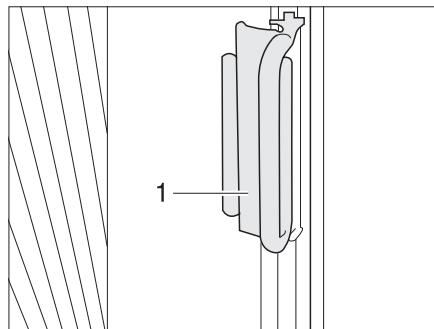

Fig. 80 Poignée du dispositif occultant plissé pour le pare-brise
- Saisir les dispositifs occultants plissés des deux côtés du pare-brise par les poignées (Fig. 80,2) et les tirer prudemment vers le milieu du pare-brise, jusqu'à ce que la fermeture magnétique maintienne le dispositif occultant fermé.